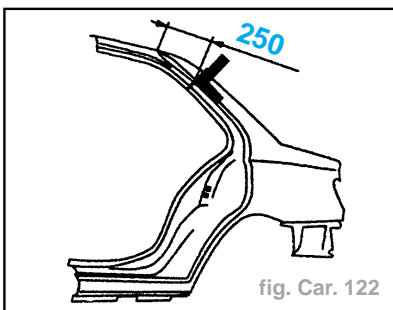

fig. Car. 122
- Tracer, puis découper à l'aide d'une meule épaisseur **1 mm** (coupe définitive) (fig. Car. 122).